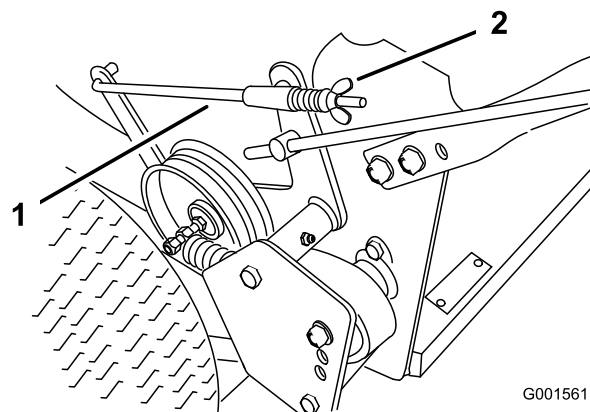

Figure 35
3. Pour régler les freins, tournez les écrous à oreilles sur les tiges de freins (Figure 35). Tournez les écrous à oreilles dans le sens horaire pour serrer les freins, et dans le sens anti-horaire pour les desserrer.